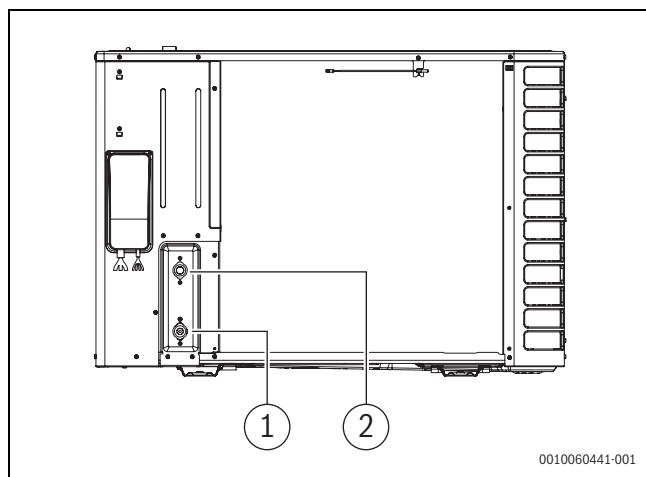

Fig. 29 Raccords de tuyaux du fluide caloporteur ; la description s'applique à toutes les tailles.
- ▶ Raccorder la conduite de retour de l'unité intérieure à l'entrée du fluide caloporteur (→ [1], fig. 29).
- ▶ Raccorder la conduite de départ de l'unité intérieure à la sortie du fluide caloporteur (→ [2], fig. 29).